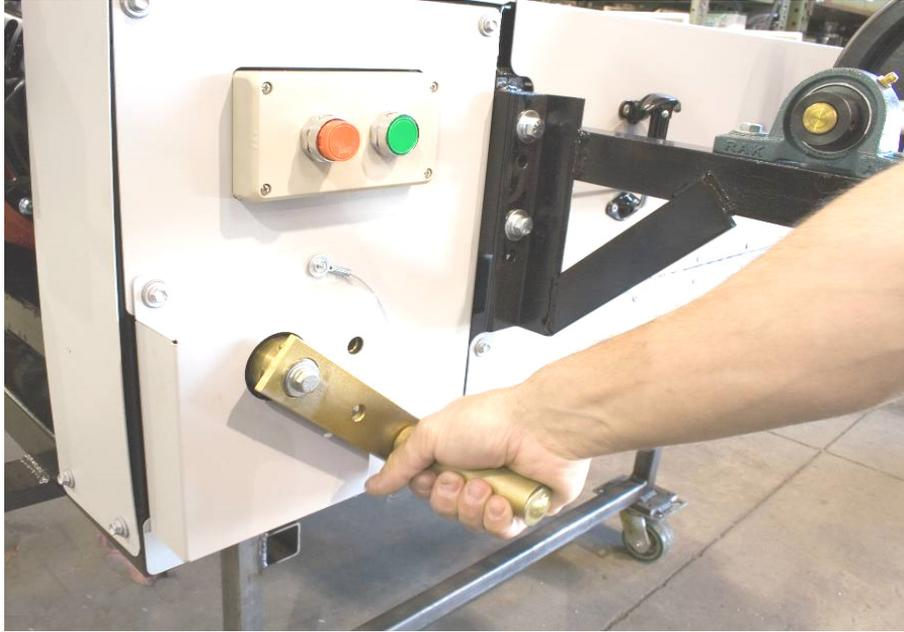
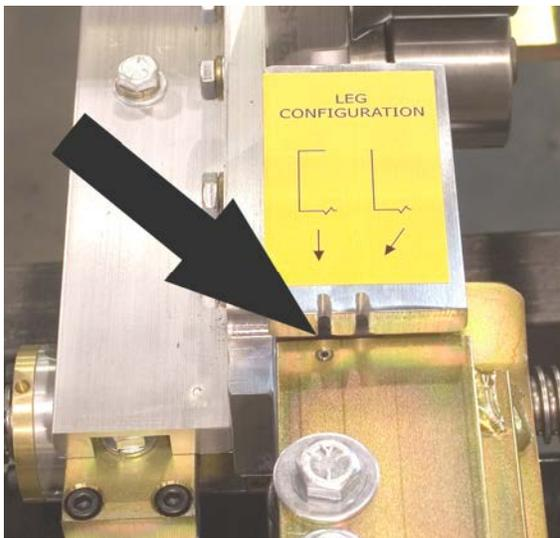
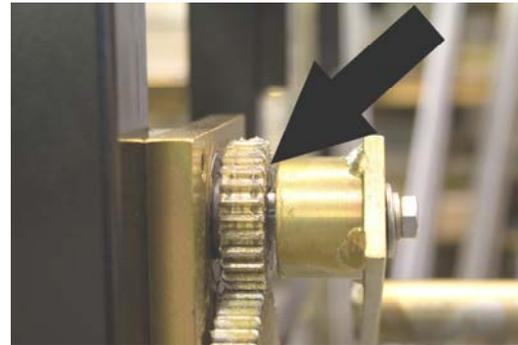
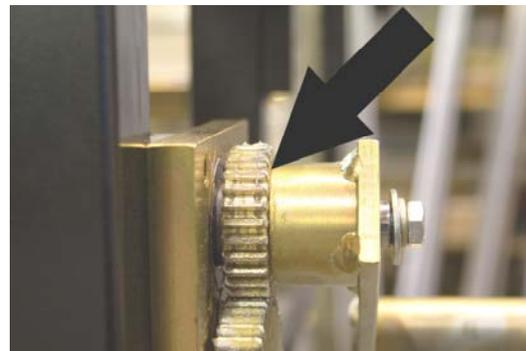

Ilustración 24: Mango de Ajuste para Carrete de Herramientas
Ilustración 25: Placa Marcadora y Pivote de Alineación
Ilustración 26: Desengranado
Ilustración 27: Engranado
(Ilustración 24 - Ilustración 27)
Usando el Portaherramienta de Ajuste Manual (Ilustración 24) alinee la muesca marcada en el placa del Portaherramienta con el pasador de alineación localizado en la Guía de Entrada Izquierda. Asegúrese de escoger la muesca correspondiente para el perfil deseado, como está indicado en la calca de la placa marcadora (Ilustración 25). El Portaherramienta de Ajuste Manual es accionado por un resorte de carga que permite desacoplar el engrane ajustador desde lo ancho (Ilustración 26). Empuje la manivela hacia adentro para acoplar el ajustador a lo ancho (Ilustración 27) y gire la manivela en el sentido de las manecillas del reloj para mover las herramientas hacia afuera o en contra de las manecillas del reloj para mover las hacia adentro.
3. Usando el mango carrete de herramientas “B” (Ilustración 24) alinee en la placa de carril de herramientas con el pivote localizado en la guía de ingreso izquierda. Asegúrese de escoger la muesca que corresponda a la pierna deseada. El ajuste al mango de carrete de herramientas está cargado para desunirse del engranaje de ajuste de anchura. Presione hacia adentro del mango y déle vuelta (Ilustración 25) para enlazar el engranaje de anchura. Gire el mango en dirección de las manecillas del reloj para mover la herramienta hacia afuera o en dirección contraria para mover hacia adentro. **NO gire la manija de ajuste de la anchura con el material cargado en la máquina.**